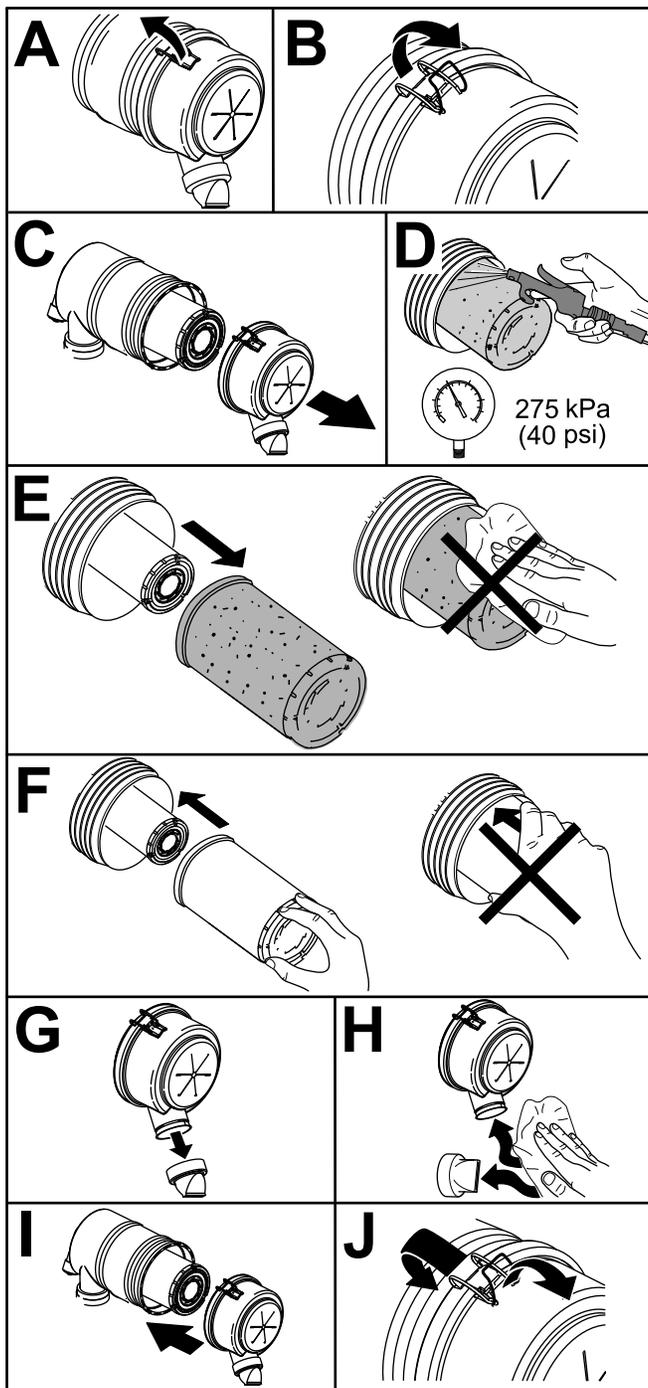

Рисунок 52
1. Замените воздухоочиститель (Рисунок 52).